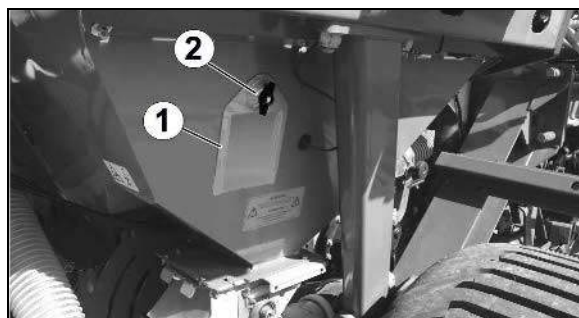

Рис. 120
- Вращайте Фрикционное колесо (Рис. 120/1), как при регулировке нормы высева, при помощи рукоятки в направлении, указанном стрелкой, пока дозирующие валы и дозатор не разгрузятся полностью.